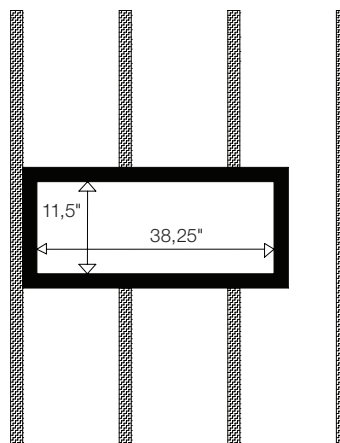

Fig. 16
3. Brug 2x6 træplade (mål 50,8 x 152,4 mm) til at lave en ramme med 97,16 x 29,21 cm internt mål (fig. 16). Fastgør den til eksisterende stolper med søm eller træskruer.